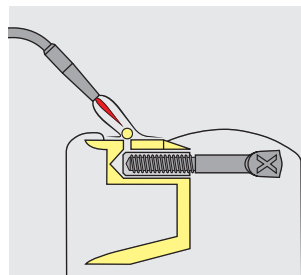

Fig. 2
**Brasage:** Pour réaliser le bloc de brasage, la vis de fixation est également utilisée. Afin d'assurer un mouillage complet de la douille lors du brasage et pour protéger le filet contre l'irruption de brasure, nous conseillons d'assurer un évent au niveau du trou borgne. Ceci peut être réalisé en forant un petit trou ou en aménageant une petite entaille (fig. 2).